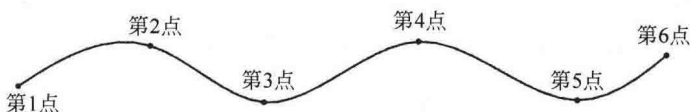

图 1-19 创建艺术样条曲线
(1) 在主菜单中选取“插入|草绘曲线|艺术样条”命令,在【艺术样条】对话框中“类型”选“通过点”。
(2) 在工作区选取一系列点,创建一条艺术样条曲线,如图 1-19 所示。